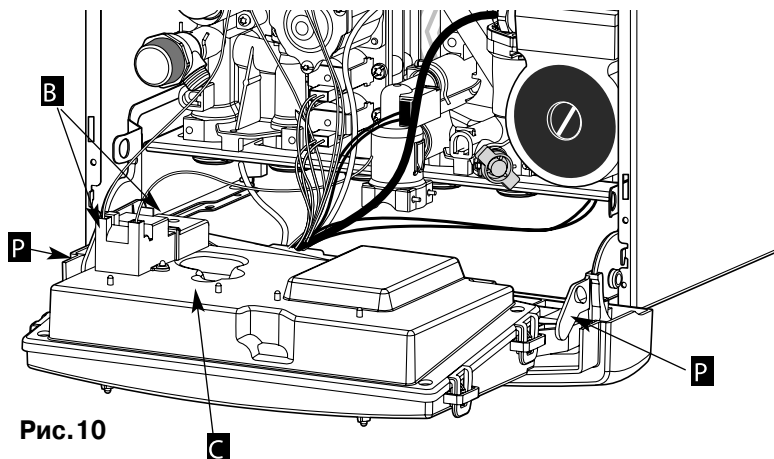
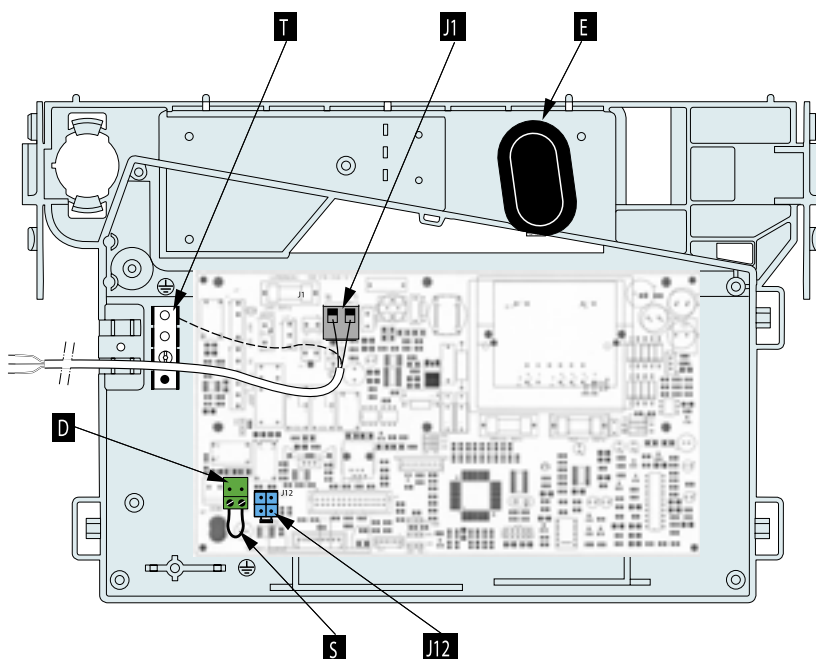

Рис. 10
Рис. 11
- Напряжение 230 В и заземление. Подключение осуществляется при помощи провода “2 фазы + заземление”, который поставляется вместе с аппаратом и соединен с клеммной коробкой **J1** (рис. 11).
- Термостат контроля температуры внутри помещения. При помощи отвертки откройте клеммную коробку **D** (рис. 11).
- отвернуть винты **B** и снять крышку **C** (рис. 10);
- Программатор (опция). Разъём **J12** (рис. 11), предназначен для подключения программатора (опция, см. соответствующую инструкцию).
**Выключите электропитание котла**, снимите кожух, откройте блок, нажав на два фиксатора **P** (рис. 10): органы регулировки находятся на электронной плате за заглушкой **E** (рис. 11).